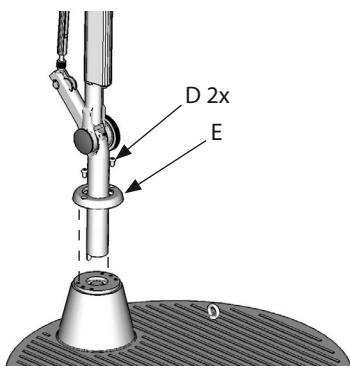
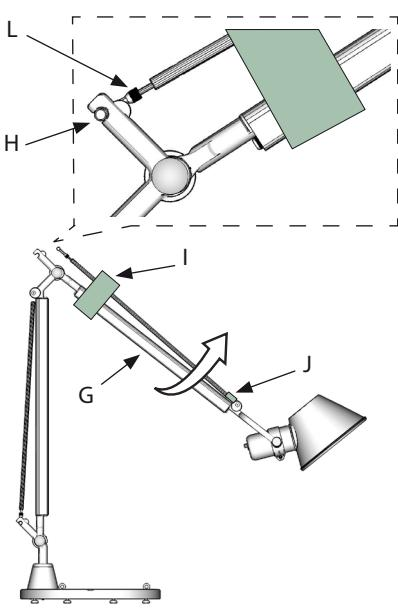

Fig. 4
Fig. 5
Inserire il corpo lampada nella base (fig.4). Bloccare la ghiera E avvitando le viti D nei fori prescelti.
e J (fig. 5).
Insérer le corps de la lampe dans la base (fig.4). Bloquer la bague E en serrant les vis D dans les trous. Soulever le bras G et insérer le pivot H dans le siège approprié SANS RETIRER LES PROTECTIONS I et J (fig. 5).
Insert the lamp body into the base (fig. 4). Lock the locking ring (E) by tightening the screws (D) into the selected holes.
Lift the arm (G) and insert pin (H) into the relevant hole WITHOUT REMOVING THE COVERS (I) and (J) (fig. 5).
Den Lampenkörper C in den Sockel (D) einsetzen (Abb. 4). Die Schrauben D in die gewählten Bohrungen schrauben, um den Ring E zu blockieren.
Den Arm G heben und den Stift H in seine Aufnahme stecken OHNE DIE ABDECKUNGEN I und J ZU ENTFERNEN (Abb. 5).